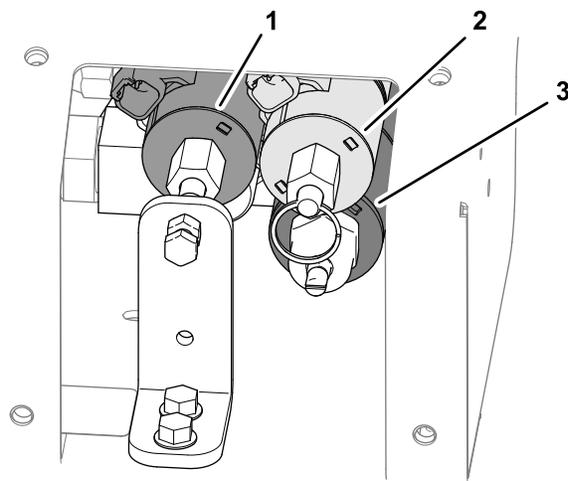

Рисунок 33
3. Найдите 3 гидрораспределителя (Рисунок 33).